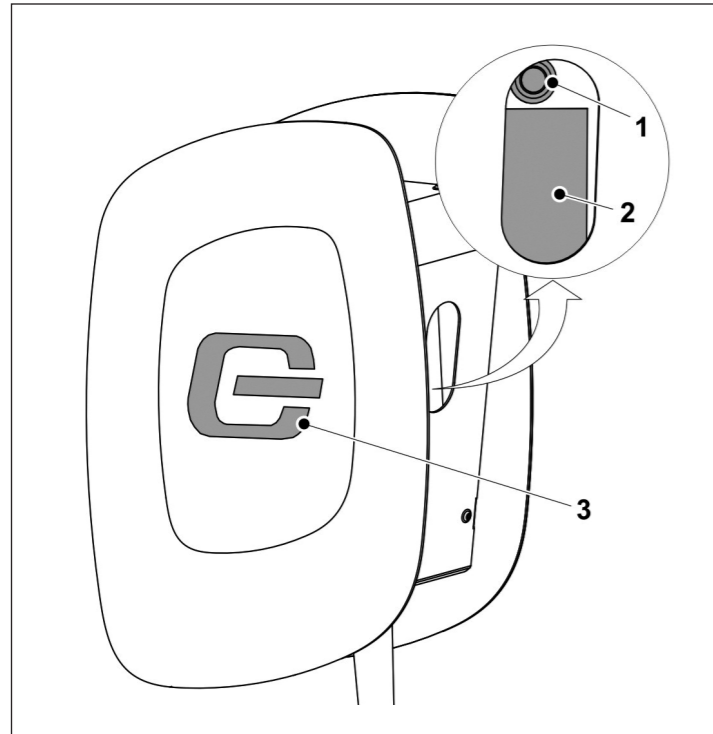

Abbildung 1
Durch Drücken der Taste (Abb. 1/1) wechselt die Wallbox aus dem Standby-Zustand in den betriebsbereiten Zustand. Die LED leuchtet grün und die Frontbeleuchtung geht an. Das Ladekabel kann jetzt dann an das Fahrzeug angesteckt werden.
Der Ladevorgang lässt sich **nicht** mit dem Taster (Abb. 1/1) abbrechen. Es gibt drei Möglichkeiten den Ladevorgang abzubrechen:
Falls nach dem Einstecken des Ladekabels oder dem Drücken der Taste (Abb. 1/1) keine Reaktion der Wallbox erfolgt, überprüfen Sie bitte die gebäudeseitige Spannungsversorgung (Leitungssicherungen, FI-Schutzschalter).
- Zum Rücksetzen der Fehlerstrom-Schutzeinrichtung drücken Sie die Taste (Abb. 1/1) länger als 3 Sekunden. Die LED flackert grün.